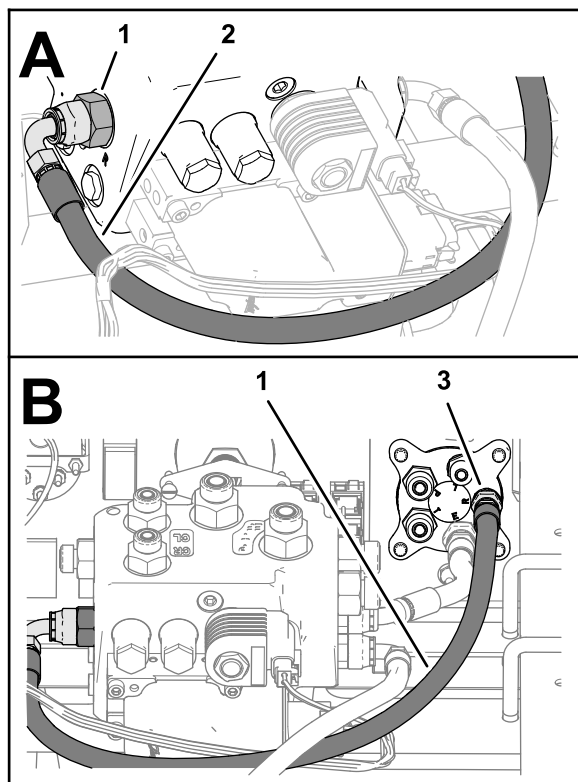

Figura 115
5. Monte el acoplamiento de 90° de la manguera de 6 × 673 mm en el acoplamiento del orificio R de la válvula de dirección EHI (Figura 115).
6. Monte el acoplamiento recto de la manguera de 6 × 673 mm en el acoplamiento del orificio R de la válvula de dirección, y apriete ambos acoplamientos (Figura 115).